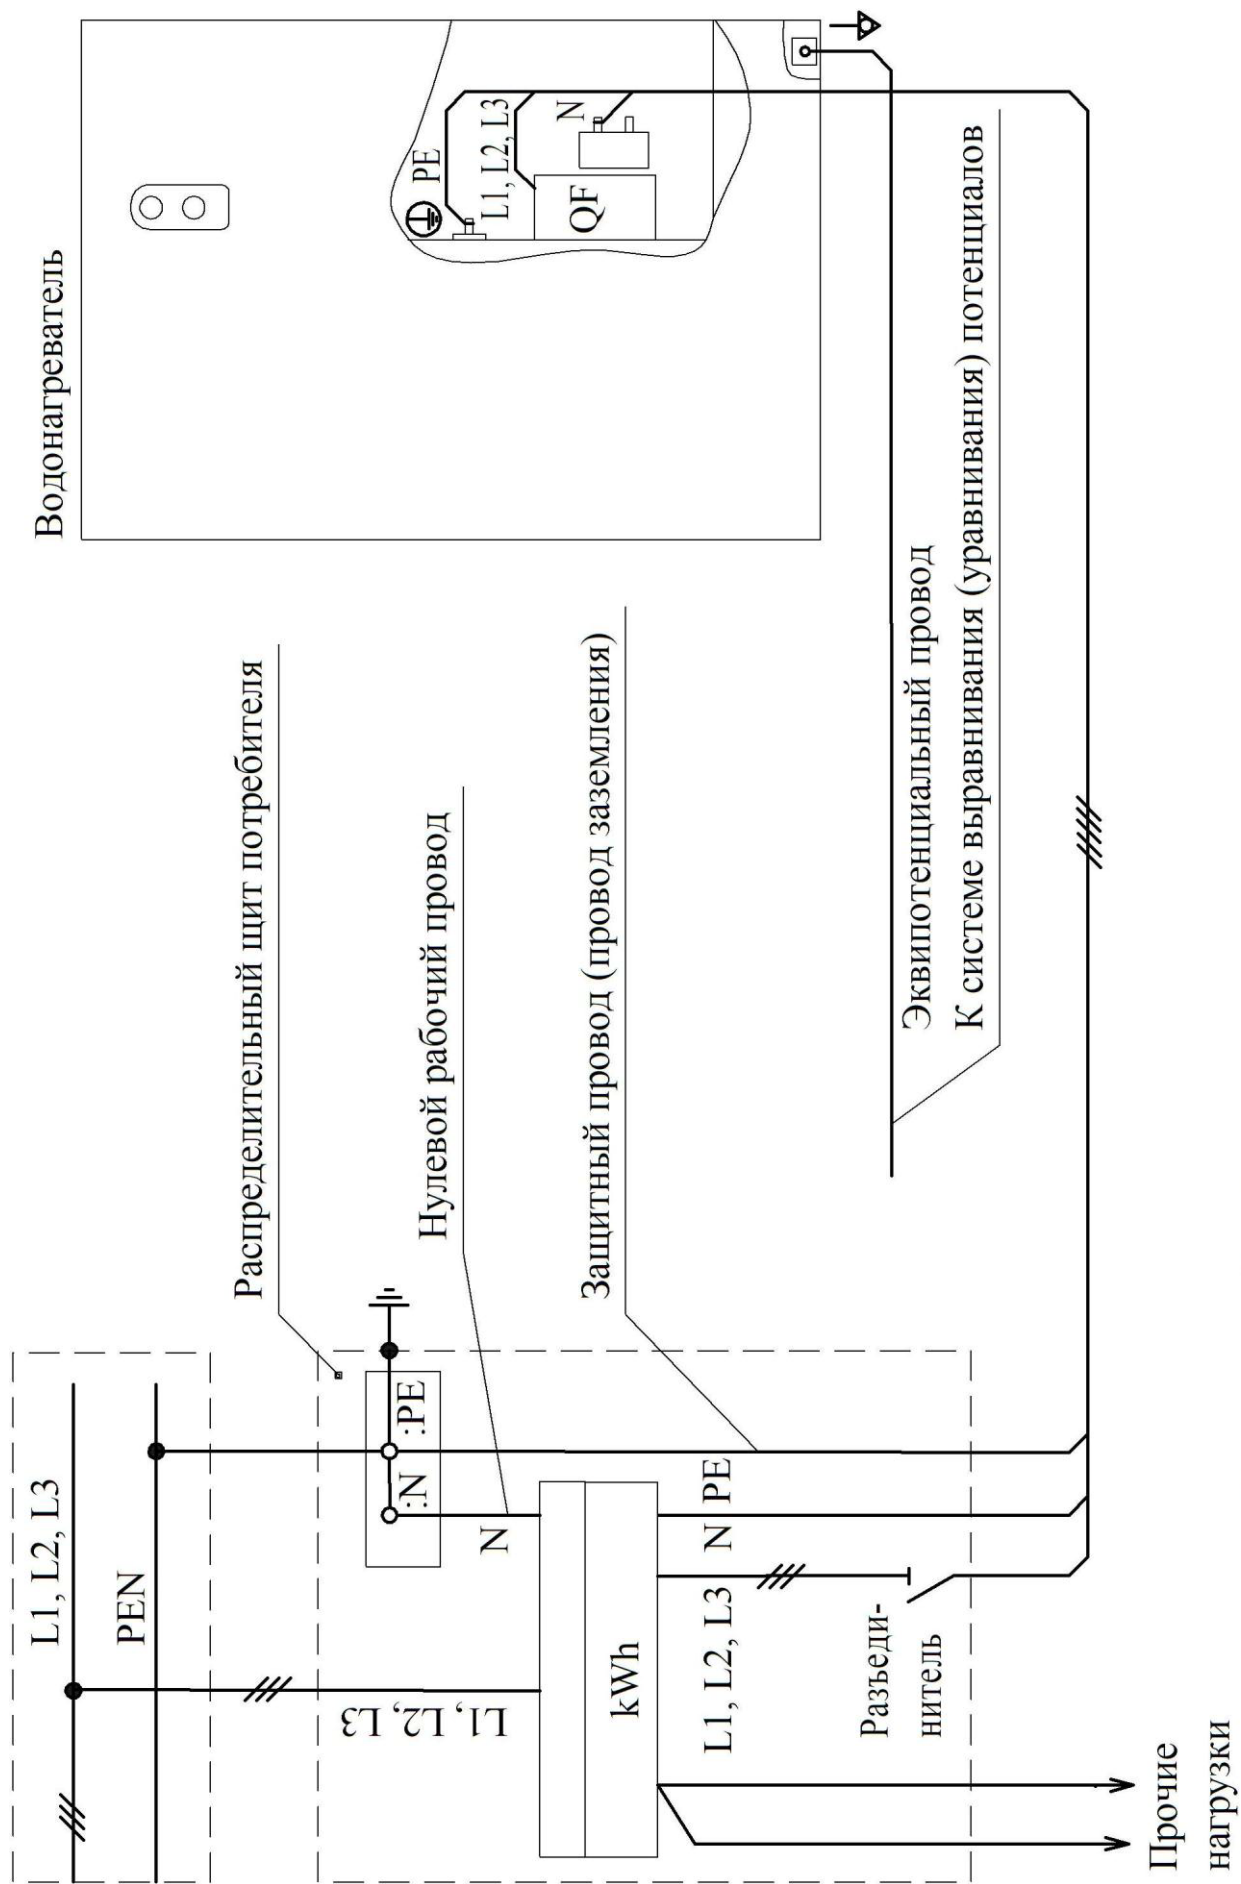

Рисунок 6 - Схема подключения водонагревателя к электросети
Фазные провода подключить к верхним клеммам автоматического выключателя QF, нулевой рабочий – к зажиму N, защитный – к болту заземления (рисунок 6).
6.5 Включить автоматический выключатель QF (рисунок 6), установить на место облицовку.